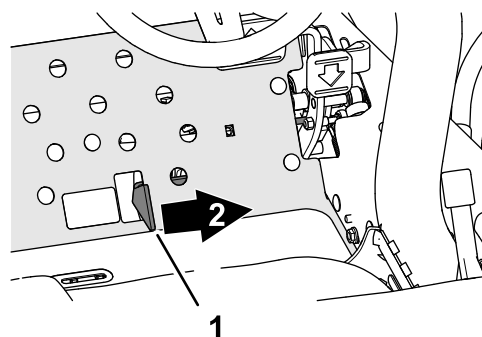

Figure 37
- Placez la commande des unités de coupe en position ENGAGÉE (Figure 37).
4. Poussez le levier multifonction vers l'avant (Figure 37) pour abaisser et faire fonctionner les unités de coupe (les unités de coupe avant sont configurées pour s'abaisser avant les unités de coupe arrière).